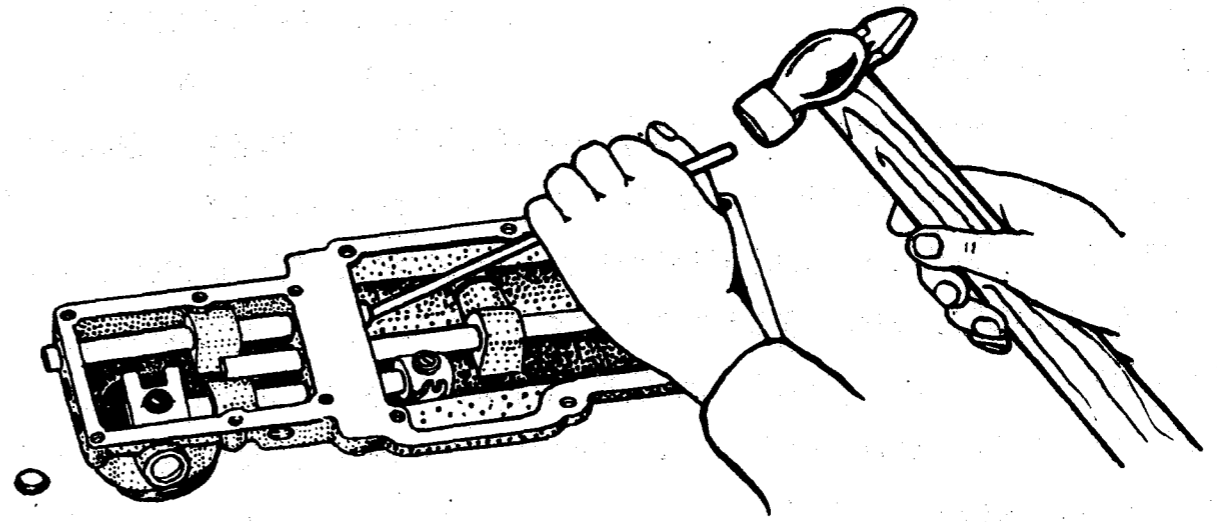

Рис. 108. Демонтаж штока включения первой и второй передач
- выбить штоком заглушку в заднем торце крышки механизма переключения передач и вынуть шток (рис. 108);